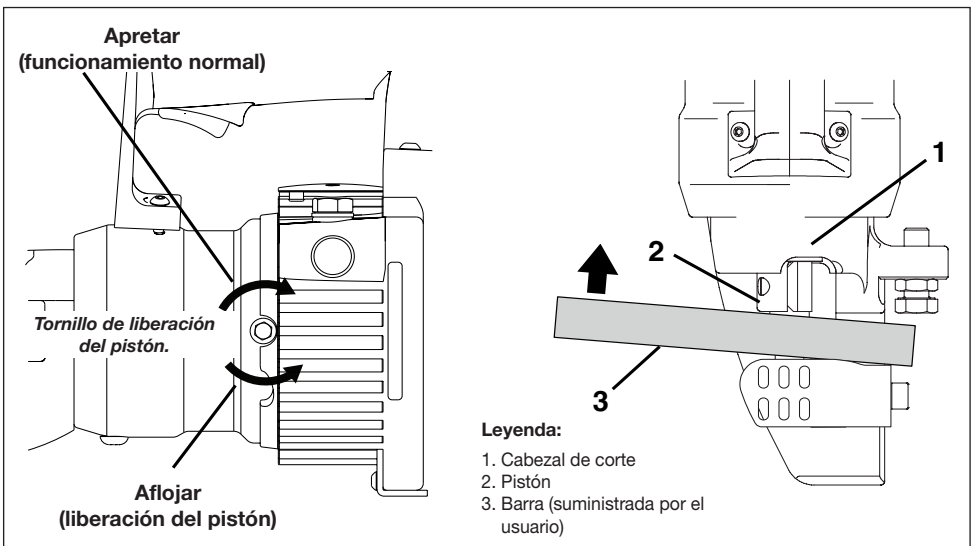

Figura 11, Procedimiento de retracción manual del pistón
Observe los siguientes procedimientos. Véase Figura 11:
4. Usando una barra rígida de acero, empuje manualmente el pistón en el cortabarras hasta que haya regresado a la posición inicial. Véase la Figura 11, pieza 3. Esto debe desprender la suciedad u otro material que haya impedido que el pistón de regrese durante el funcionamiento normal.
8. Limpie la parte expuesta del pistón. Elimine cualquier resto de suciedad, virutas o residuos de esta área. Véase Figura 11, pieza 1.